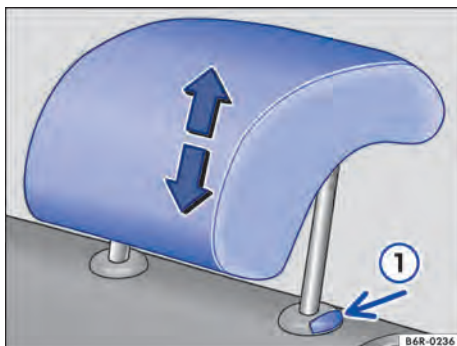

Fig. 64 Desinstalar o apoio para cabeça traseiro.
- Retirar o apoio para cabeça com o botão → Fig. 64 ⓘ pressionado.
- Empurrar o apoio para cabeça para baixo com o botão → Fig. 64 ⓘ pressionado.